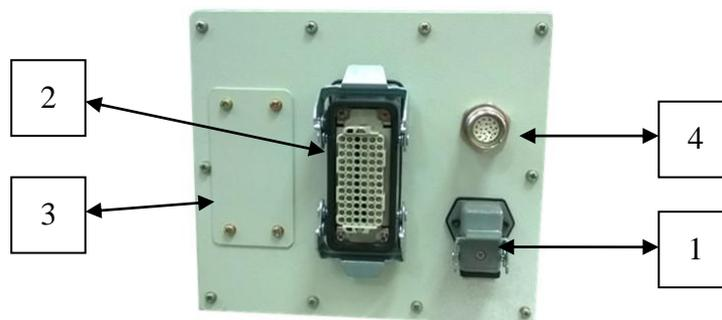

图 2.8 电柜航插
- 电柜与其他设备连接时需要通过航插来进行连接，图 2.8 标识出了电柜航插，航插对应功能见表 2.7 所示。